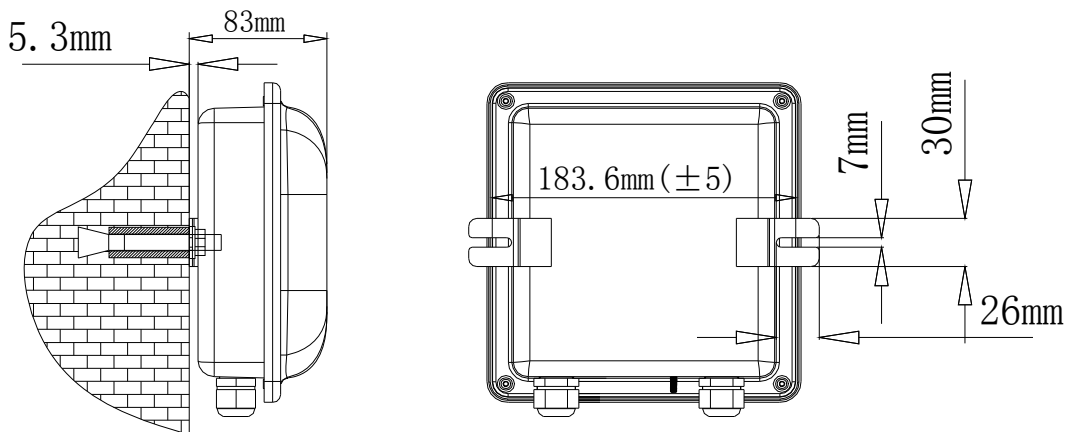

图 2 安装示意图
- 2、安全栅应安装在安全区域，安全栅底壳可用两只 M6×60 膨胀螺栓将其固定在墙壁上，安装示意图如图 2 所示。